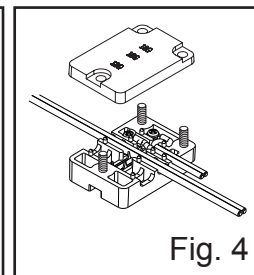

Fig. 4
2. Retire el tapón de goma desde el canal marcado 16G para el cable calibre 16 o 18 o 12G para el cable calibre 12 y presione el cable de jardín en la ranura correcta. (Fig. 4)